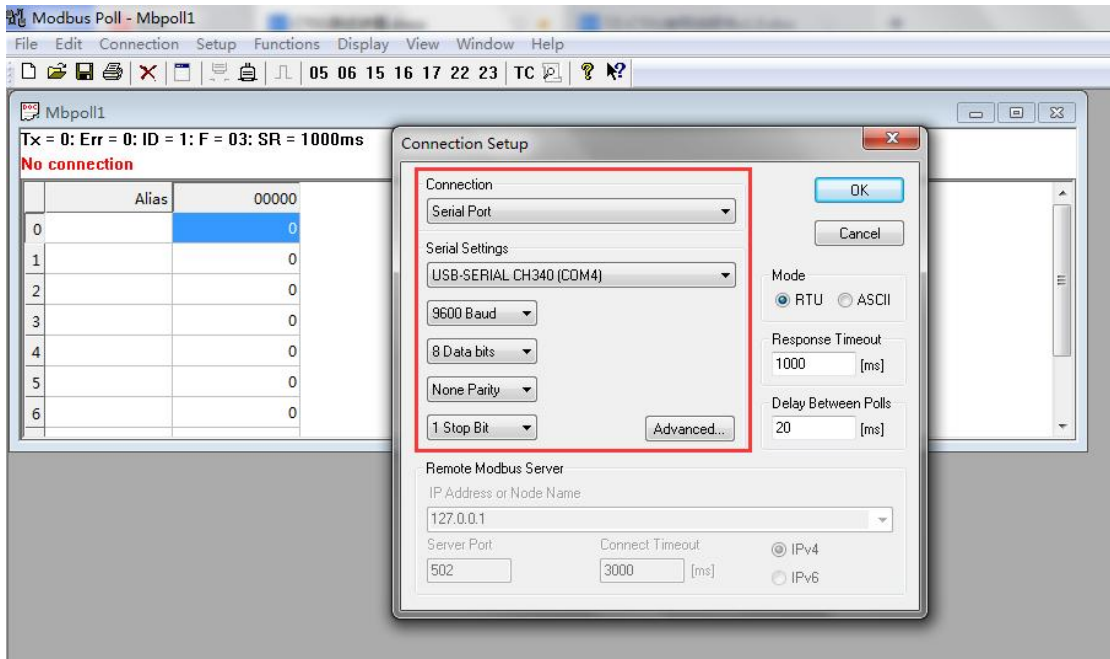

图 6
7. 按图 6 修改，其中端口 COM 根据电脑端口而定；波特率默认 9600，应与 CT01 一致才能通信；其他不变，设置完之后点击“OK”